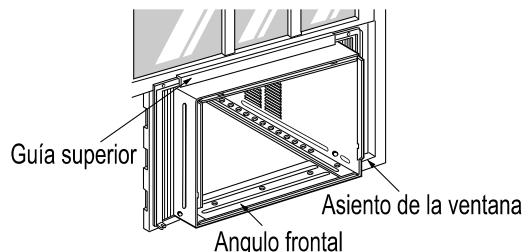

Fig. 1
1. Abra la ventana. Marque una línea en el centro del asiento de la ventana. Coloque cuidadosamente el gabinete sobre el asiento de la ventana alinee la marca central de la parte inferior frontal con la línea marcada en el centro del asiento de la ventana. Fig. 1